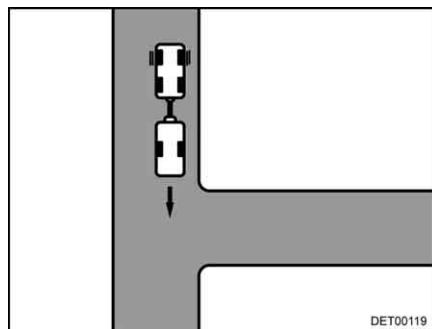

Bild 16 Anfahrt
- So weit an die Einfahrt fahren, bis das Heck des Caravans etwa auf der Höhe der Einfahrt ist (Bild 16).